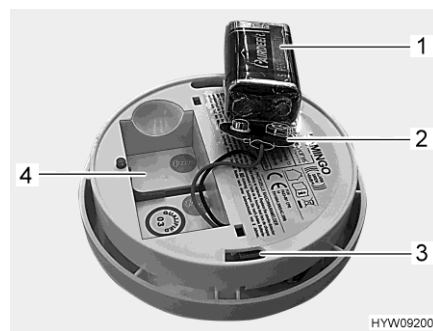

Bild 115 Brandvarnare (baksida)
- Ta ut batteriet och separera från batteriklämman (Bild 115,2).
- Anslut nytt batteri (Bild 115,1) på batteriklämman (Bild 115,2). Se till så att batteripolerna sitter i rätt läge på batteriklämman.
- Stoppa in batteriet i batterifacket (Bild 115,4).
- Sätt fast brandvarnaren (Bild 116,1) i hållaren (Bild 116,3). De kvarhållande kragarna (Bild 116,2) måste gripa in i öppningarna (Bild 115,3) i brandvarnaren.